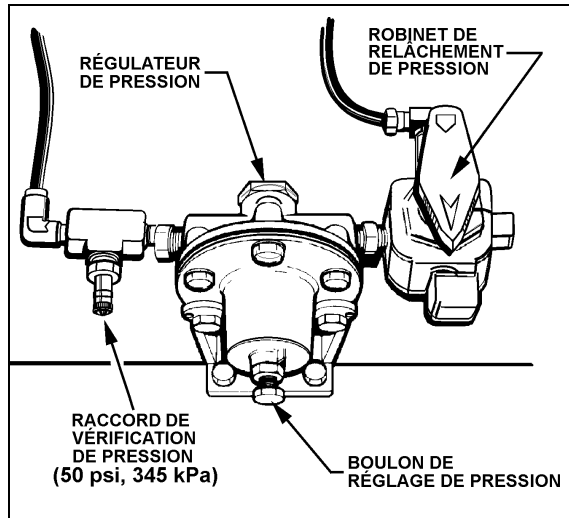

FIGURE 1: RÉGULATEUR DE PRESSION
2. Libérer la pression dans les coussins pneumatiques des tendeurs de courroie à l'aide du robinet de relâchement de pression. Le robinet de relâchement de pression est situé dans le compartiment du moteur; près du réservoir auxiliaire d'huile à moteur pour les véhicules H3 et au-dessus de la porte pour les véhicules de série XL (voir fig. 1).